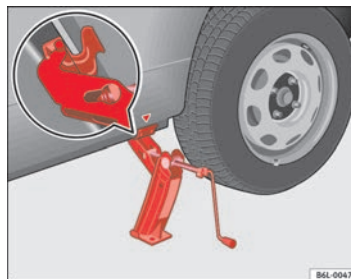

Abb. 126 Wagenheber
- Richten Sie den Wagenheber so aus, dass seine Klaue den Steg des Unterholms umfasst und die bewegliche Grundplatte plan auf dem Boden aufliegt ⇒ Seite 214, Abb. 126.